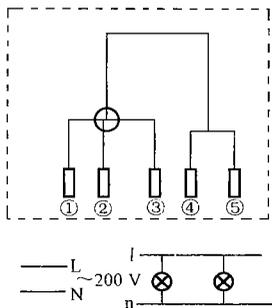

图 E-28
**Lf5E1019** 请把如图 E-28 所示家用单相电能表接入电路中。